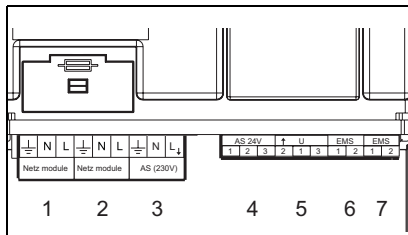
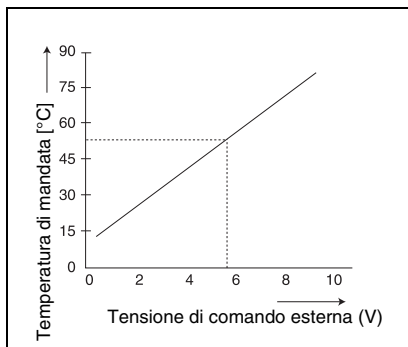

Fig. 2 Collegamenti
Fig. 3 Diagramma 0 – 10V
- a) Connessione AS 24V (fig. 2, pos. 4), si tratta di un contatto a potenziale zero per segnali a bassa tensione fino a 24 V. Questo segnale di anomalia può essere letto p.e. da un sistema di amministrazione degli stabili.
- b) Connessione AS 230 V (fig. 2, pos. 3), per comandare p.e. un segnale acustico o un indicatore luminoso di allarme. In caso di guasto questa connessione ha una tensione di 230 VAC.
Con l'aiuto di un segnale 0-10 VDC (fig. 2, pos. 5) è possibile un comando in base alla temperatura di mandata o alla potenza (fig. 3).
Questa regolazione viene attivata cavallottando i pin 1 e 3. Vedi fig. 2, pos. 5 e schema a pag. 47. EM10 trasmette il segnale 0-10 V ad un setpoint potenza. Si tratta di un rapporto lineare vedi tabella 2.